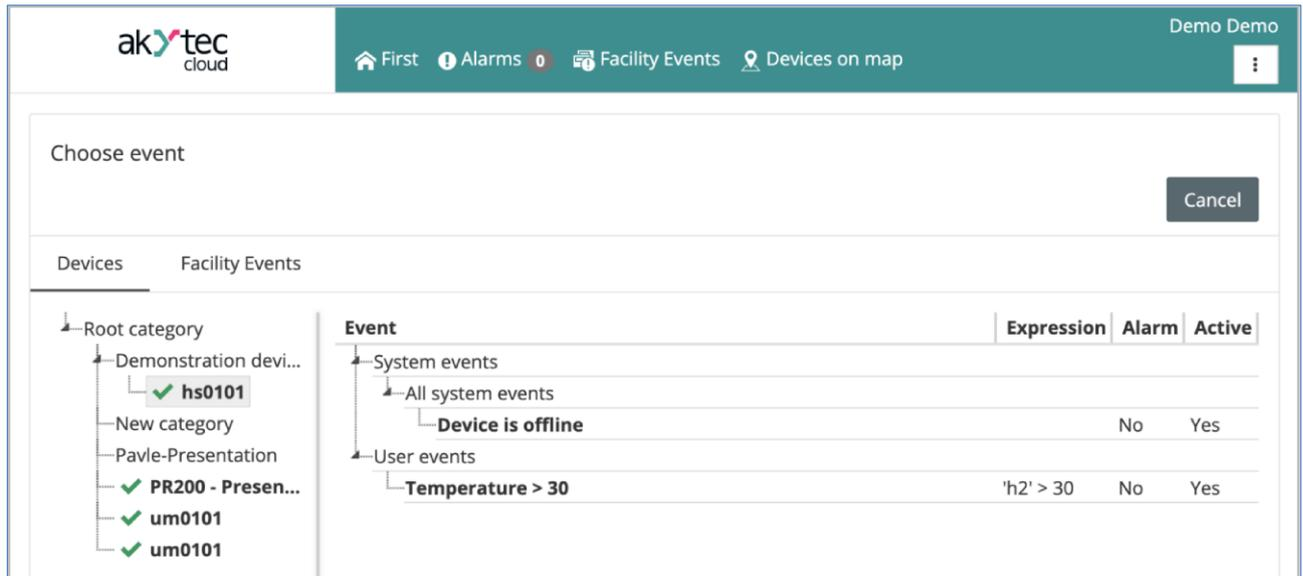

Abb. 7.18
3. Klicken Sie auf **Choose Event** und wählen Sie ein Ereignis auf der geöffneten Ereignisseite aus (Abb. 7.18).